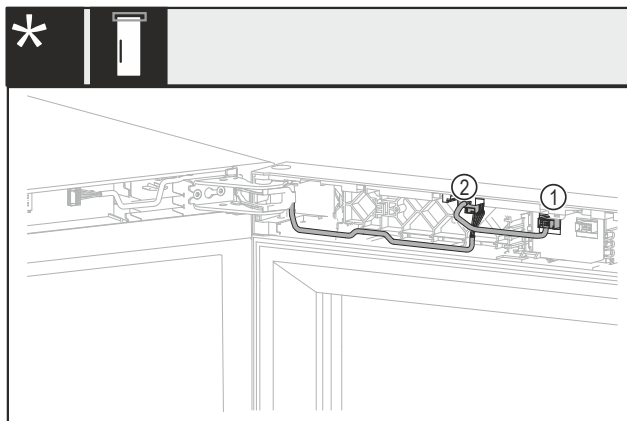

Fig. 19 Без замка или с механическим замком*
- ▶ Извлеките разъем Fig. 19 (1)*
- ▶ Извлеките разъем Fig. 19 (2)*